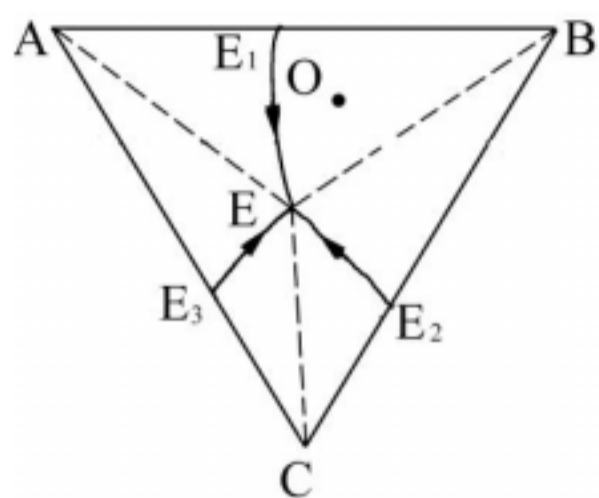

图 2 三元共晶合金相图的投影图
2. 图 2 为组元在固态下互不溶解的三元共晶合金相图的投影图，分析 O 点成分合金的平衡结晶过程及室温组织，并写出该合金在室温下组织组成物的相对含量表达式（10分）。